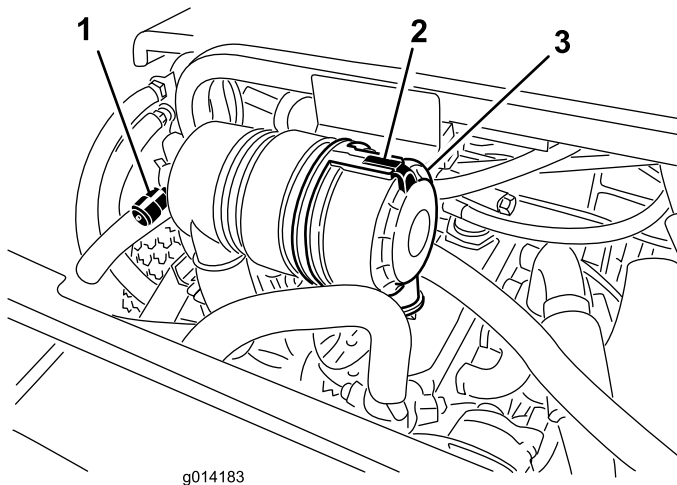

Figura 25
Effettuate la manutenzione del filtro dell'aria quando l'indicatore (Figura 25) lo richiede. Sostituendo il filtro dell'aria prima del necessario si aumenta il rischio che la morchia penetri nel motore quando si toglie il filtro.
1. Liberate il fermo che fissa il coperchio del filtro dell'aria al relativo corpo (Figura 25).